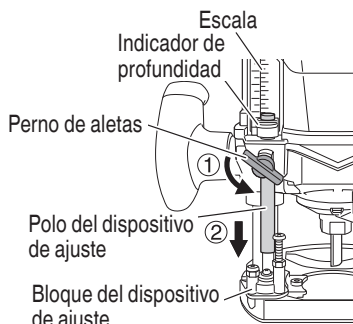

Fig. 13
- (1) Coloque la herramienta sobre una superficie de madera plana.
- (2) Afloje el perno de mariposa para que el polo de parada entre en contacto con el bloque de dispositivo de ajuste. (Fig. 13)